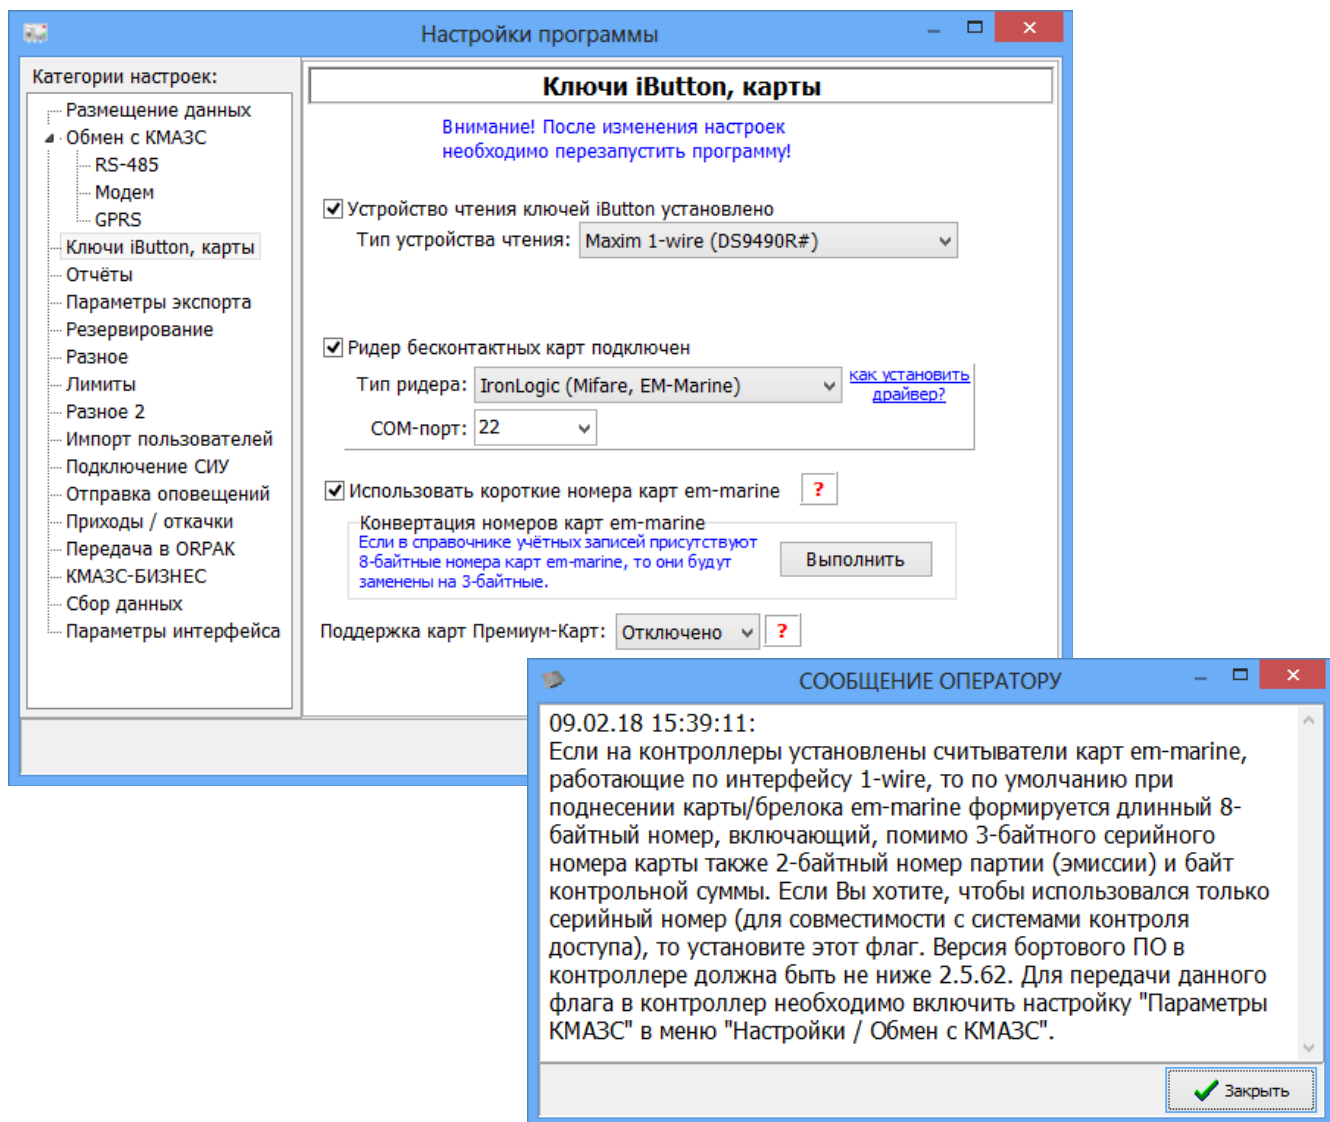

Рис. 33
Для настройки обмена данными с КМАЗС через ключи iButton в окне «Настройки программы» (меню Настройки\Настройки программы\Обмен с КМАЗС) на закладке «Ключи iButton, карты» поставьте «✓» в строке «Устройство чтения ключей iButton установлено» (рис.33).
Для подключения ридера бесконтактных карт поставьте «✓» в строке «Ридер бесконтактных карт подключен» (рис.33). В строке «Тип ридера» задайте тип ридера ACR1281/OmniKey (только Mifare) или IronLogic (Mifare, EM-Marine).
Внимание. Для IronLogic необходимо установить драйвера 2 раза (с CD-R диска, который поставляется с ридером или из папки c:\dexe\Utils). После второй установки создастся виртуальный Com порт, который необходимо указать в поле «COM-порт» (рис.33).
Рис.33а
- в ПО КМАЗС-ОФИС (версия 4.33 и выше) в окне «Информация о КМАЗС» на закладке Ethernet/Wi-Fi (выбрать КМАЗС в меню Работа\Изменить запись КМАЗС\Параметры связи) поставить галочку в строке «Использовать связь через Ethernet/Wi-Fi (рис.33б)
- В окне «Настройки программы\ Ethernet/Wi-Fi» (меню Настройки\Настройки программы) необходимо задать параметры или оставить по умолчанию (рис.33б)...